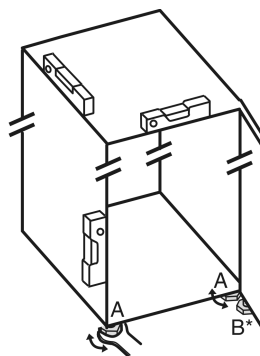

Fig. 4
- ▶ Keerake seadejalgu Fig. 4 (A) kaasasoleva lihtvõtmega ja vesiloodi abil välja, kuni seade on stabiilselt ning horisontaalselt välja joondatud.
- ▶ Keerake seadejalga Fig. 4 (B) kaasasoleva lihtvõtmega laagripukist välja, kuni see toetub põrandale.
- ▶ Keerake seadejalga Fig. 4 (B) 90° võrra edasi.